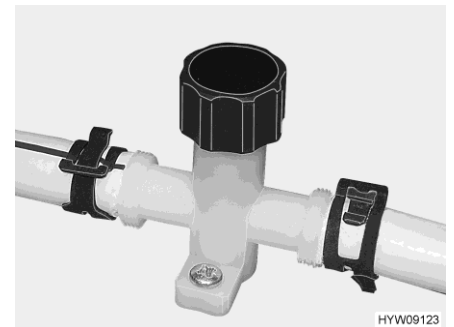

Fig. 167 Robinet de vidange (conduite d'eau)
- Fermer les robinets de vidange. Tourner pour cela le capuchon du robinet de vidange (Fig. 167) dans le sens des aiguilles d'une montre.